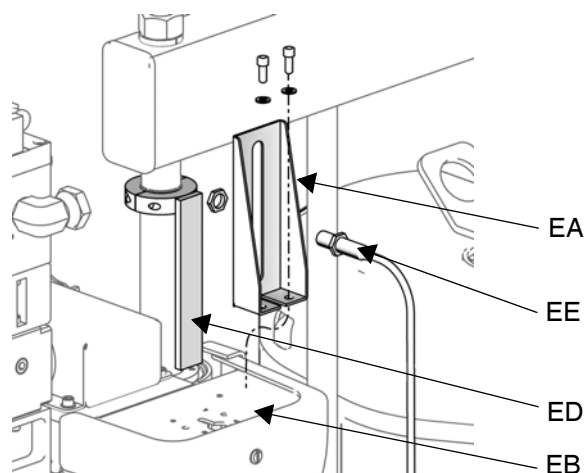

FIG. 9 : Systèmes d'alimentation D200 et D200S
3. Pour mesurer le niveau du tambour, fixez un capteur (EE) sur le support de capteur (EA).
4. Pour les systèmes d'alimentation D60, D200, et D200s : fixez l'actionneur (ED) sur la tige de piston de l'élévateur, à proximité de la partie supérieure, pour qu'il puisse passer devant le capteur (EE) au niveau exact lorsque le tambour est presque vide ou que le tambour est vide. Consultez la FIG. 9.